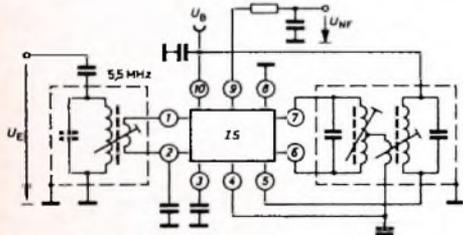

Bild 1. Die übliche Schaltung eines Fernseh-Ton-ZF-Verstärkers für 5,5 MHz in integrierter Schaltung (IS Integrierter Schaltkreis)
Im Frühjahr dieses Jahres ist auf dem amerikanischen Markt ein voll transistorbestücktes 12"-Fernsehgerät erschienen, das im Ton-ZF-Teil erstmals eine integrierte Schaltung (1) verwendet. Dieser in Silizium-Planar-Epitaxial-Technik hergestellte Schaltkreis enthält an Einzelementen 12 Transistoren, 12 Dioden und 14 Widerstände. Da bei dieser Schaltung jedoch das oben beschriebene herkömmliche Prinzip der Verstärkung, Begrenzung und Demodulation des Inter carriersignals zugrunde gelegt wurde, müssen die notwendigen Spulen und Schwingkreise von außen (Bild 1) an die integrierte Schaltung ange-